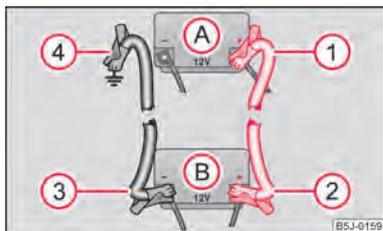

Fig. 142 Ayuda de arranque con la batería de otro vehículo: A - batería descargada del vehículo, B - batería auxiliar
- Conecte un extremo ① al polo positivo ⇒ fig. 142 de la batería descargada ④.
- Conecte el otro extremo ② al polo positivo de la batería auxiliar ③.